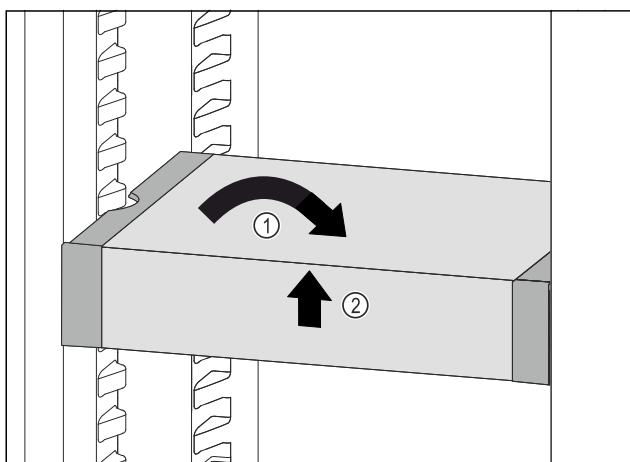

Fig. 100
- ▶ Установите VarioSafe прямо. Fig. 100 (1)
- ▶ Приподнимите VarioSafe спереди. Fig. 100 (2)